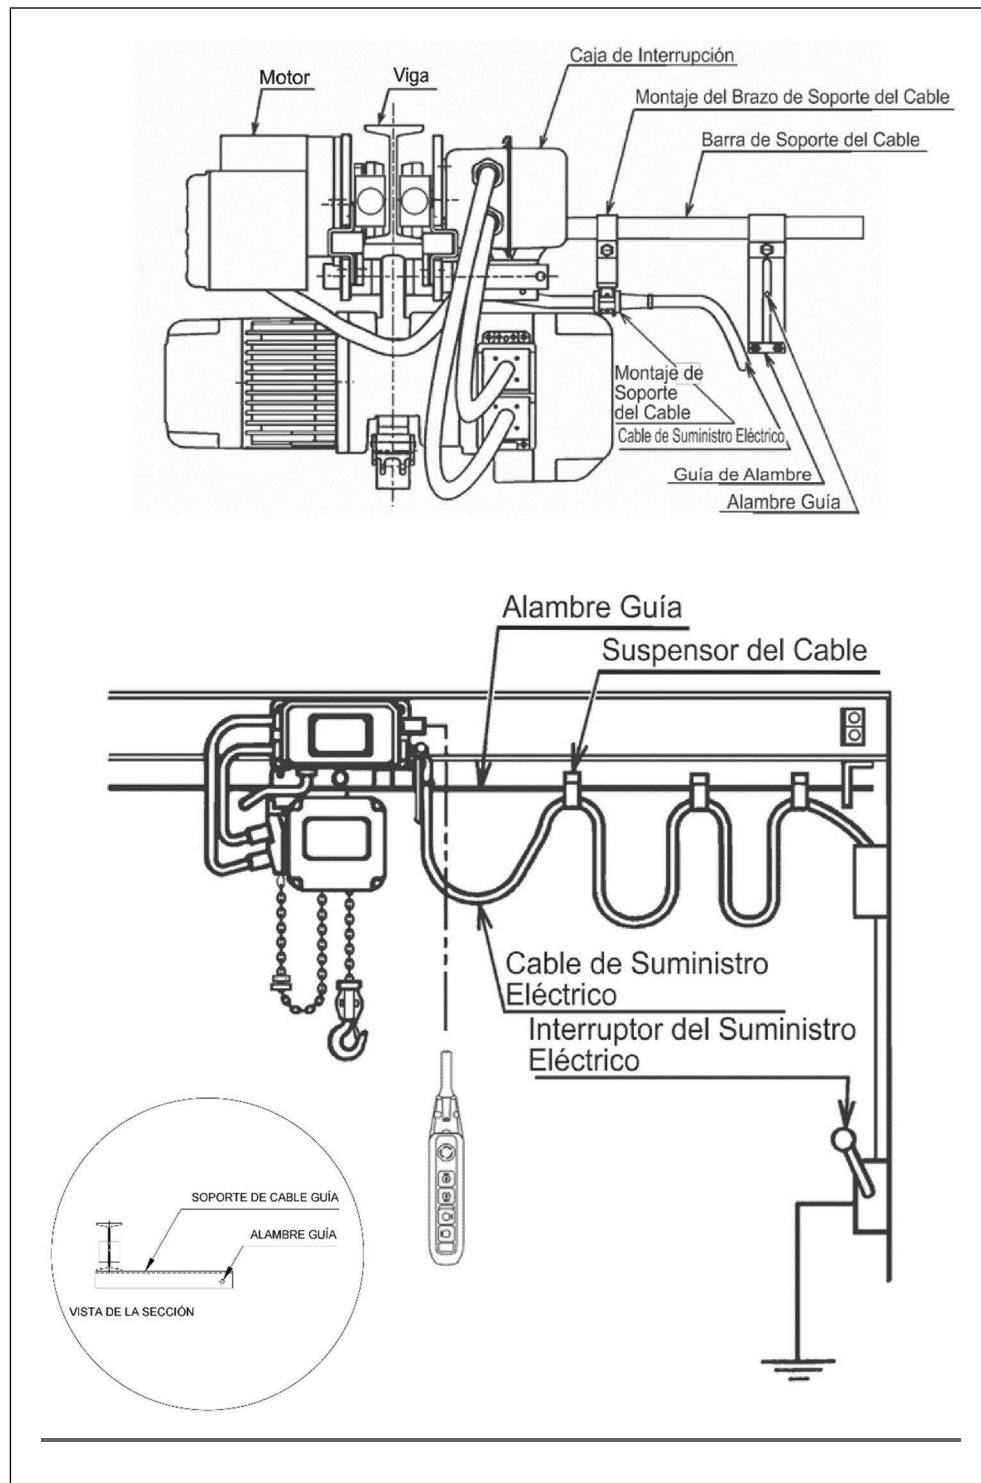

Figura 3-17 Instalación del cable de suministro de energía y ubicación del cable guía.
- 4) Instale el conjunto del soporte del cable (previamente instalado en el cable de suministro de energía) sobre el conjunto del brazo de soporte del cable, como se muestra en la Figura 3-17.
- 1) Consulte la Figura 3-17.